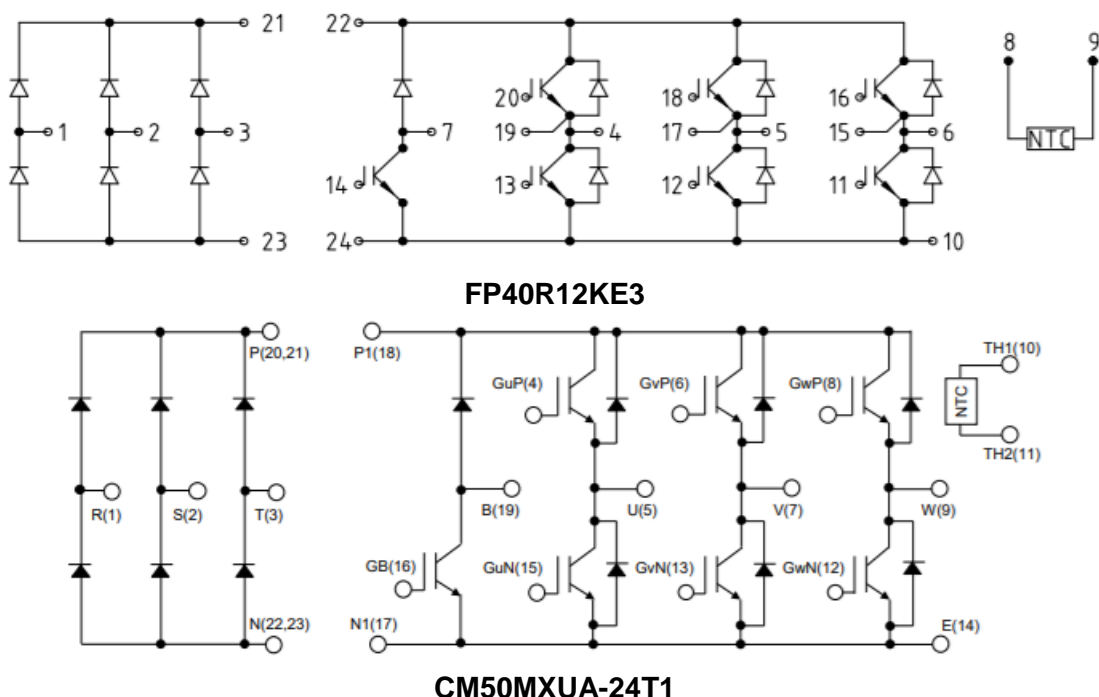

Рис. 4.4. Принципиальная схема матриц IGBT FP40R12KE3 и CM50MXUA-24T1
4.6.3. Электрическая принципиальная схема матриц FP40R12KE3 и CM50MXUA-24T1 приведена на рис.4.4.